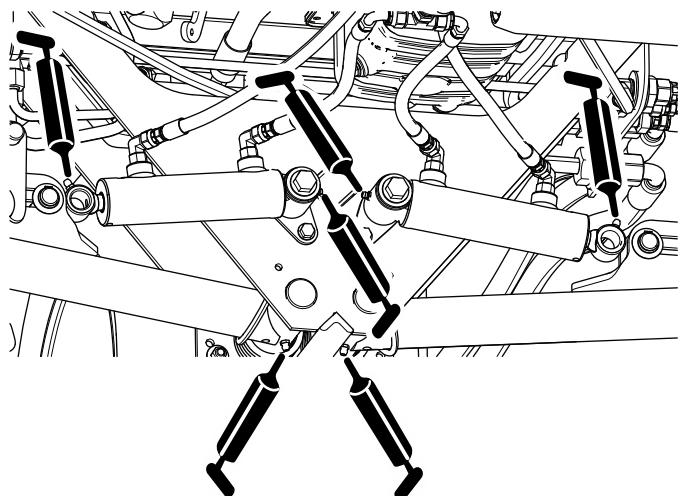

Figura 43
- Perni orientabili del braccio di sollevamento posteriore e cilindri di sollevamento (3 su ciascun lato); fate riferimento a Figura 43.